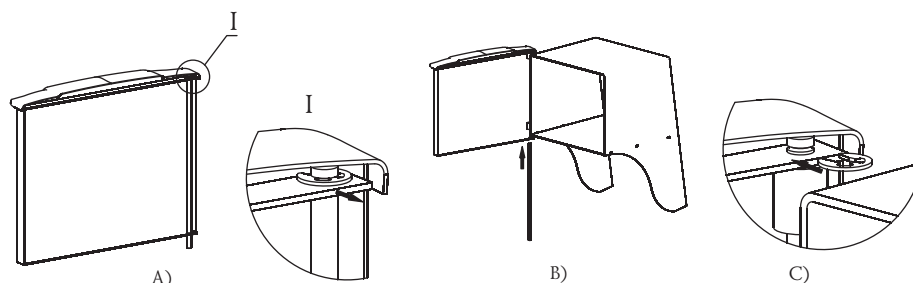

Bild 6. Türanbringen bei der Ofenmontage «Sajan»
1. Zuerst die schnell trennbare Druckscheibe abzunehmen und die Achse aus der Tür auszuziehen, Bild 6.a;
3. Stecken Sie die Achse mit einer Vertiefung im oberen Achsenteil für die Scheibe durch die Öffnungen von unten nach oben hinein, Bild 6.b;
4. Stellen Sie die schnell trennbare Druckscheibe in die Vertiefung an der Achse, Bild 6.c